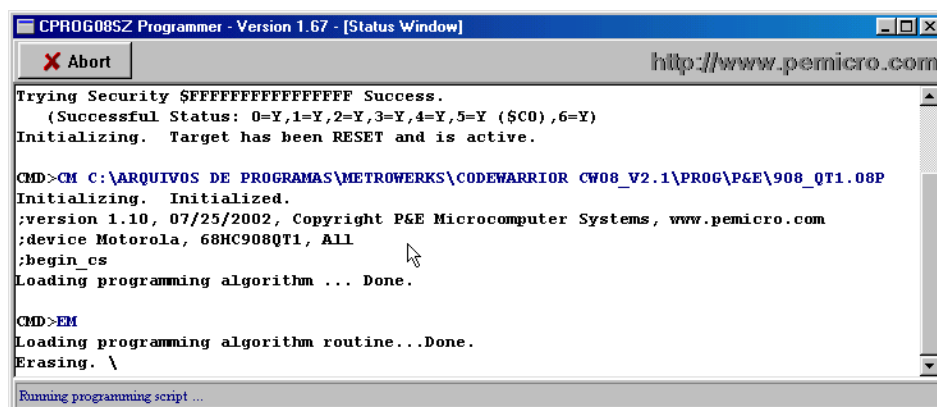

Figura 42 – Apagando e programando a memória FLASH
- I. O processo de apagamento e programação da memória FLASH é iniciado. O usuário pode verificar a sequência de comandos transferidos entre o computador e o hardware alvo, conforme apresentado na Figura 42.